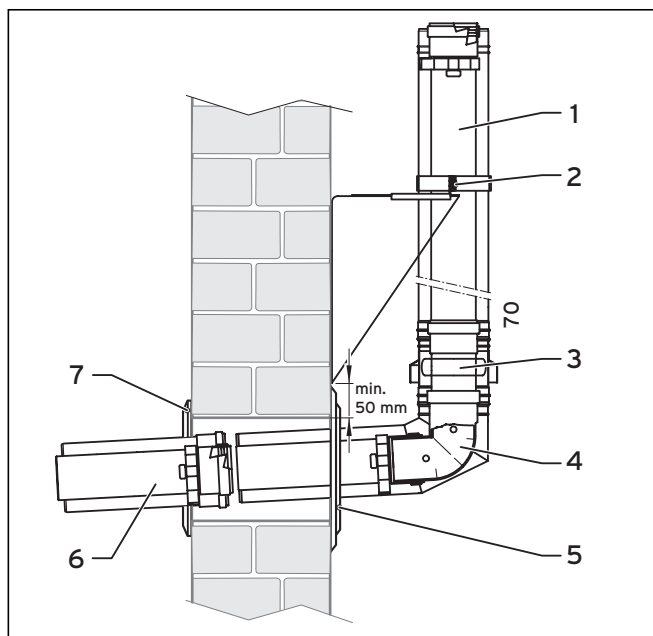
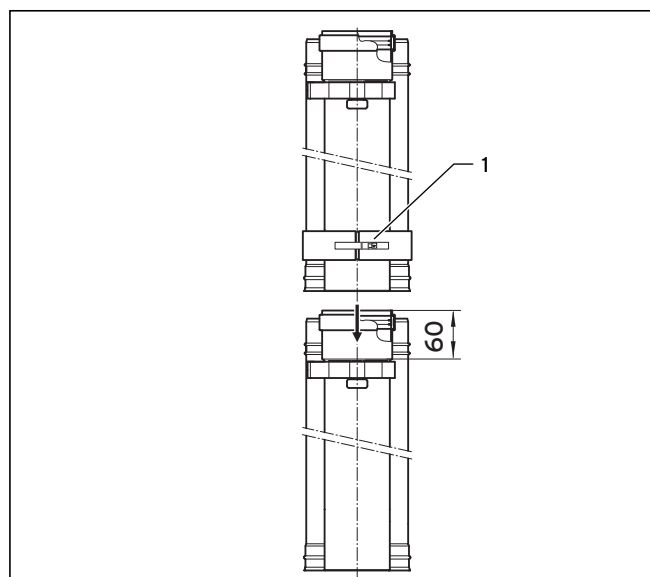
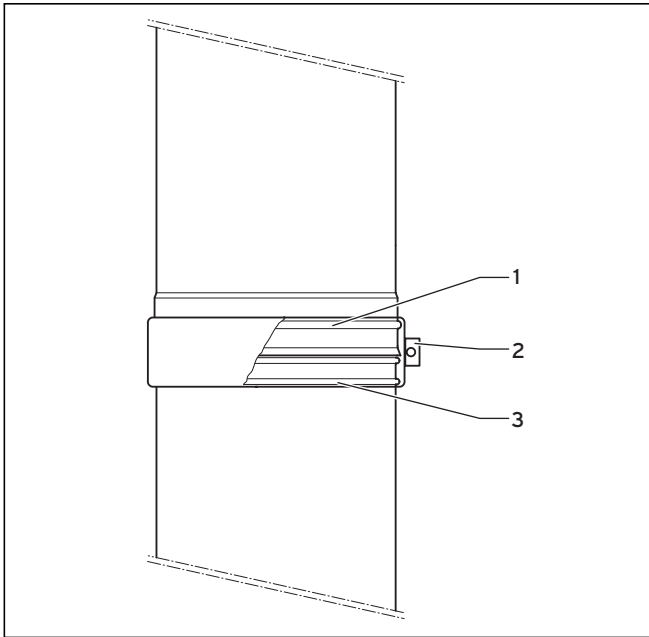

Abb. 6.71 Montage des Anschlusses für die Außenwandleitung
Abb. 6.72 Abgaskomponenten des Außenwandsystems zusammen stecken
Abb. 6.73 Außenwandelemente durch Luftschelle sichern
- Hängen Sie jeweils eine Luftschelle (1, Abb. 6.72) auf eine Außenwandverlängerung (1, Abb. 6.71) und das Luftansaugstück (3, Abb. 6.71).
- Stecken Sie das Luftansaugstück (3, Abb. 6.71) und den Wanddurchführungsbogen (4, Abb. 6.71) bis zum Anschlag zusammen, ebenso die Außenwandverlängerung (1, Abb. 6.71) und das Luftansaugstück (3, Abb. 6.71).
- Legen Sie die Luftschelle (1, Abb. 6.72) über die beiden äußeren Sicken (1, 3, Abb. 6.73) und ziehen Sie die Spannvorrichtung (2, Abb. 6.73) fest.
- Setzen Sie den Wanddurchführungsbogen (4, Abb. 6.71) mit Luftansaugstück und Verlängerung in den Wanddurchbruch ein.
- Legen Sie die Spannschelle der Wandkonsole (2, Abb. 6.71) um die Außenwandverlängerung und ziehen Sie die beiden Klemmschrauben fest.
- Kürzen falls erforderlich die weiße Verlängerung (6, Abb. 6.71) auf Länge.
- Setzen Sie die weiße Verlängerung (6, Abb. 6.71) von innen auf den Wanddurchführungsbogen (4, Abb. 6.71).
- Verschrauben Sie die Innenrosette (7, Abb. 6.71) von innen.
- Verschrauben Sie die Außenrosette (5, Abb. 6.71) von außen.